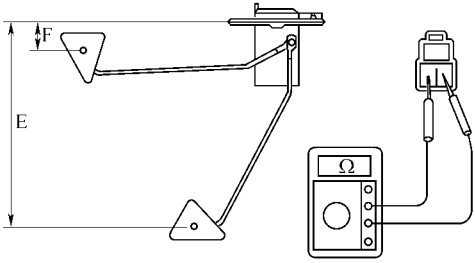

图 18-116 测量电阻值
2) 将欧姆表两触针连接到端子 2 和 3 之间，测量其电阻，如图 18-116 所示。其电阻值见表 18-30。